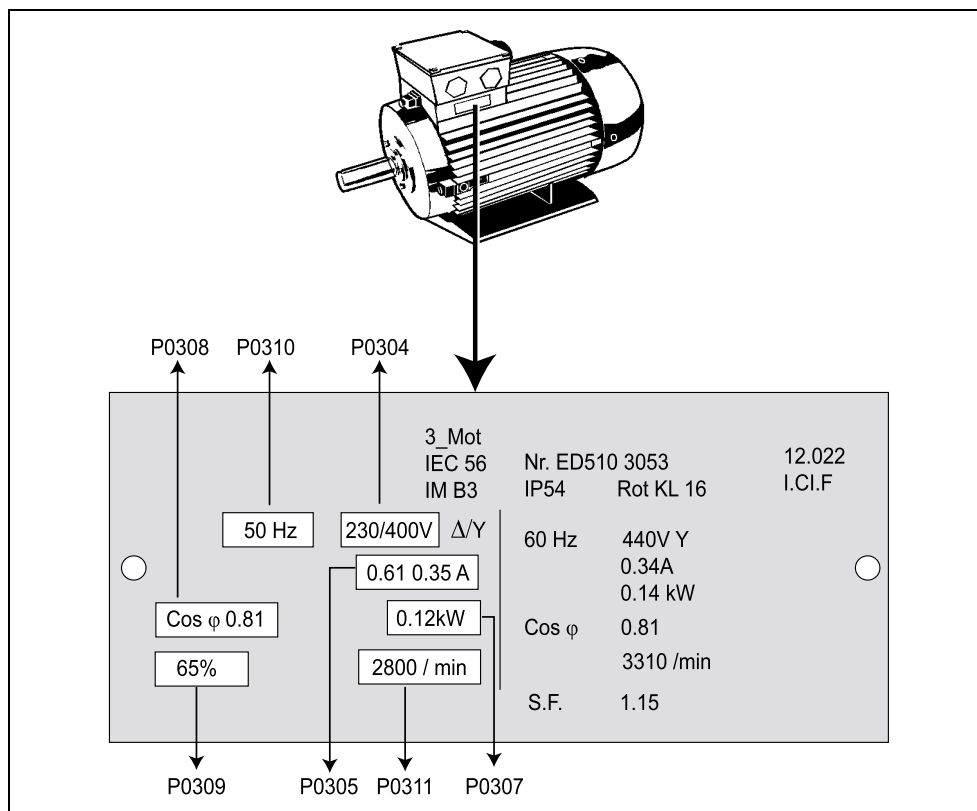

Figura 3-7 Ejemplo típico placa características motor
3. El convertidor está programado de fábrica para aplicaciones estándar con motores estándar de cuatro polos de Siemens de la misma potencia nominal que el convertidor. Si se utilizan otros motores es necesario introducir sus especificaciones tomadas de la placa de características correspondiente. Consulte la Figura 3-7 para saber con más detalle cómo leer los datos del motor.